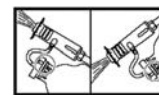

Figure 4
- Tourner l'indicateur sur le capuchon du réservoir de savon vers « UP » (haut) ou « DOWN » (bas) (Figure 4). Utiliser « UP » pour pulvériser à un angle vers le haut (par exemple pour atteindre le deuxième étage d'un édifice). Utiliser « DOWN » pour pulvériser à un angle vers le bas pour un patio ou une terrasse.